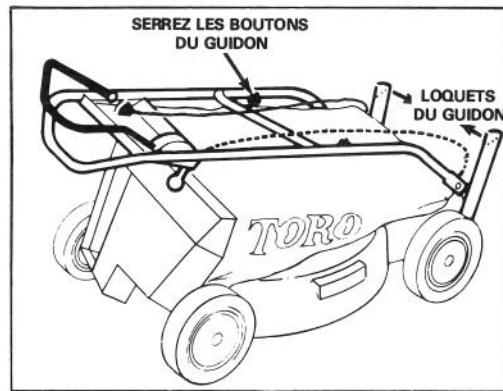

Figure 1
1. Alignez les mancherons et serrez les boutons du guidon (Fig. 1). Pliez légèrement les loquets du guidon l'un vers l'autre.